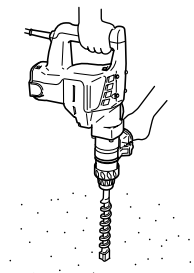

Fig. 9
- (d) Cambia la palanca selectora a "martillo" de acuerdo con los procedimientos mencionados en el ítem (1) anterior y asegure la posición de la herramienta.
5. Calentamiento (Fig. 9)